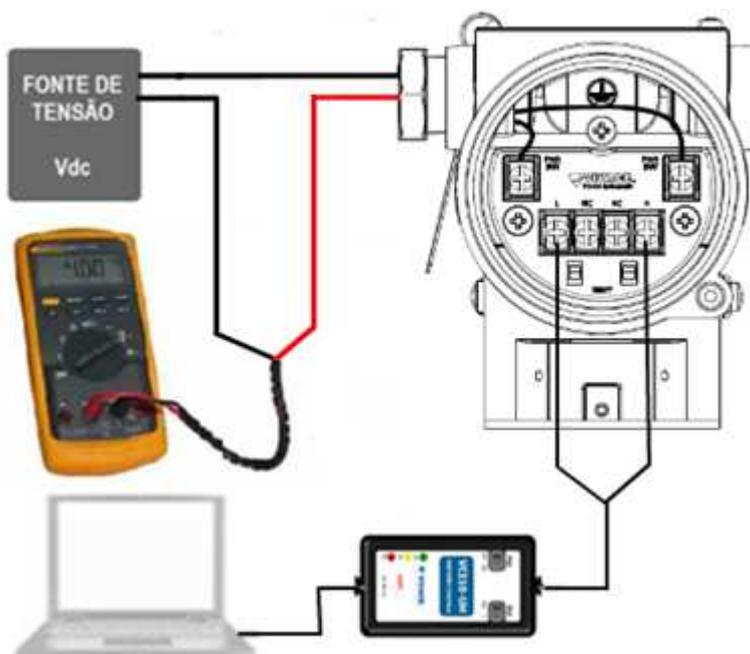

Figura 3.3 – Esquema de montagem para o trim de corrente do VHC10-F.
**Trim** – Pode-se ajustar a corrente de saída do conversor. A figura 3.3 mostra o esquema de montagem para o TRIM de corrente do VHC10-F.